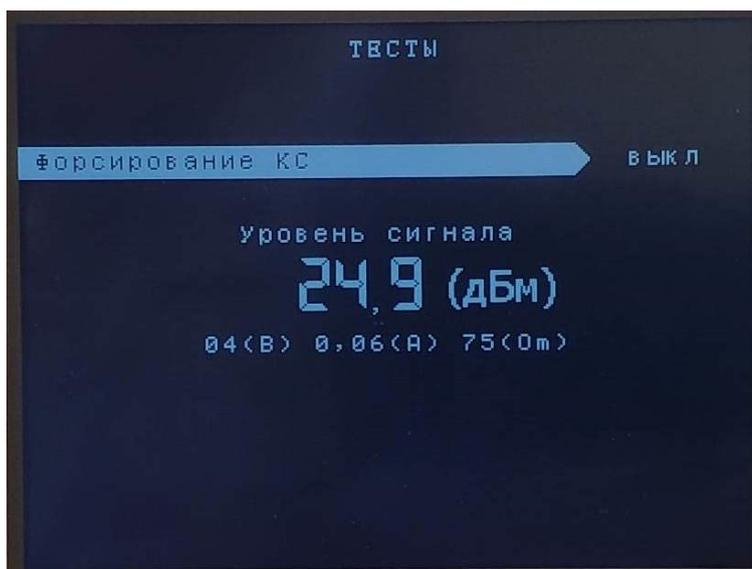

Рисунок 26 – Подраздел «Формирование команд в имп. режиме»
**3.5. «Форсирование КС»** - подраздел предназначен для тестового форсирования контрольного сигнала до уровня сигнала аварийной команды (установленный в настройках «Регулировка уровня АК»), а так же вывода уровня сигнала на выходе (см. рисунок 26).